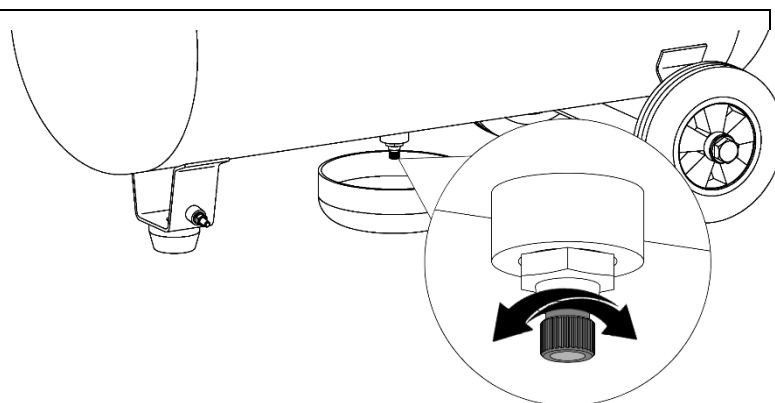

Рисунок 14
- 3 Подставьте под конденсатоотводчиком емкость для сбора конденсата (рисунок 14).
- 4 Ослабьте винт конденсатоотводчика и слейте конденсат (рисунок 14).